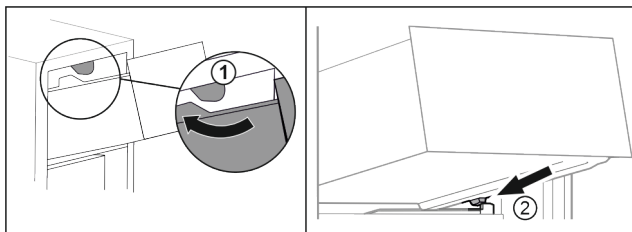

Fig. 73
- Schubfach um die oberen Stopper herumführen. Fig. 73 (1)
- Schubfach schräg hinter den unteren Stoppern auf Behälterrippe aufsetzen. Fig. 73 (2)